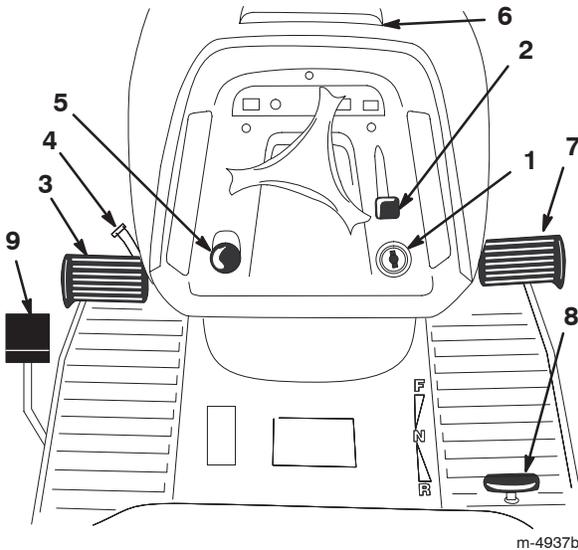

Figure 2
Avant de mettre le moteur en marche et d'utiliser le tracteur, familiarisez-vous avec toutes les commandes (Fig. 2).
1. Appuyez sur la pédale de frein (Fig. 2) et maintenez-la enfoncée.
2. Tournez le levier de frein de stationnement (Fig. 2) dans le sens anti-horaire et relâchez progressivement la pédale de frein.